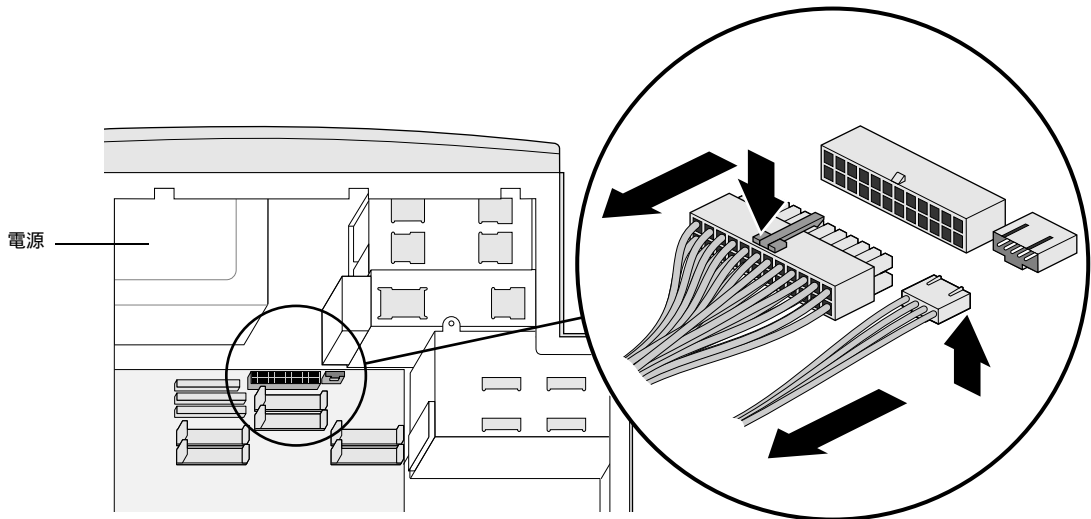

図 7-1 システムモジュールからの電源ケーブルの取り外し
- 左側のケーブルを取り外すには、ケーブルコネクタの上にあるタブを押し下げて、コネクタを引き出します（図 7-1）。